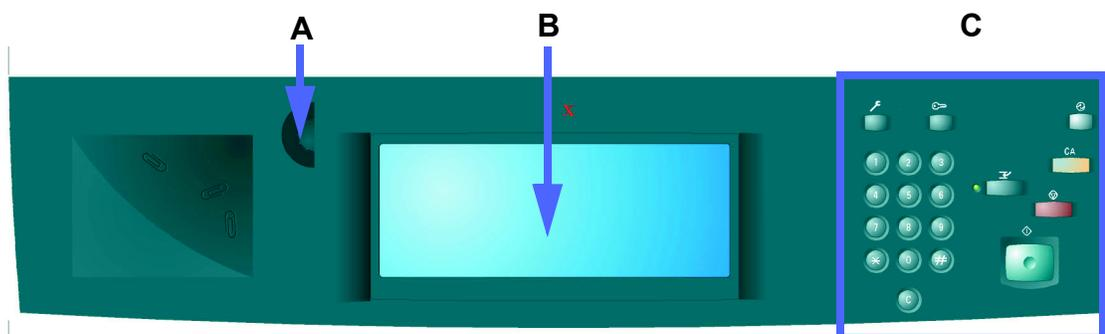

Figure 1 : Panneau de commande
Comme illustré à la figure 1, la molette (A) située à gauche de l'écran tactile (B) permet de régler le contraste de ce dernier. Tournez-la vers la droite pour augmenter le contraste ou vers la gauche pour le réduire.